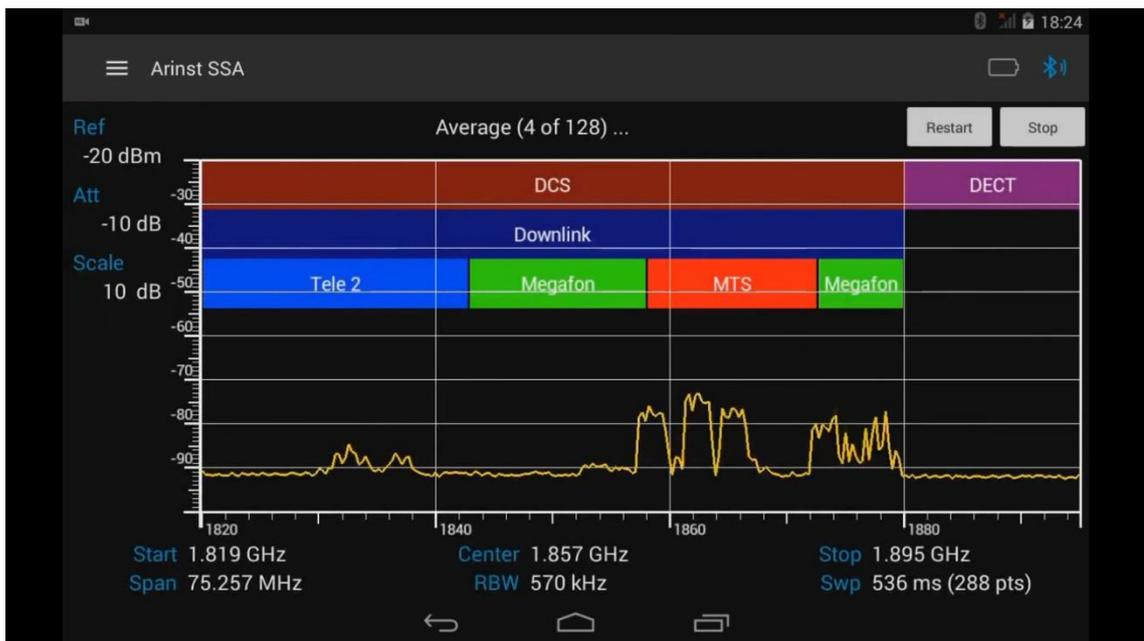

Рисунок 57 – График усредненного результата сканирований.
8.9.6. Для перезапуска сканирования нажмите кнопку **Restart**, для остановки сканирования, нажмите кнопку **Stop**, в правом верхнем углу экрана планшета/смартфона, рисунок 57.